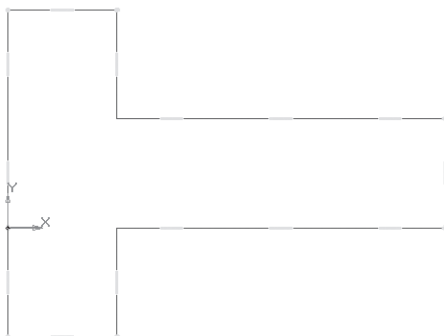

Рис. 369
- кнопка переключения  – **Редактирование**, команда  – **Усечь кривую**. Контур эскиза по правилам трехмерного моделирования должен быть замкнут, поэтому удалите ненужные участки (рис. 369). По каждой удаляемой линии щелкайте дважды, так как после копирования их две;